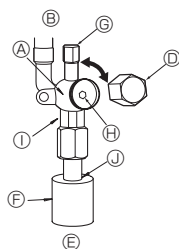

Fig. 4-6
(1) Gas-/vätskesida på ZM35-71 (Fig. 4-6)
- ① Ta bort kåpan och vrid ventilstängens motsols så långt det går med en 4 mm sexkantsnyckel. Sluta när den når stoppet.